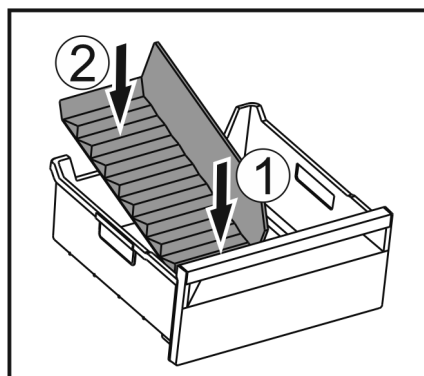

Fig. 62
- ▶ Установите переднюю часть разделителя отделения для льда. Fig. 62 (1)
- ▶ Опустите заднюю часть разделителя отделения для льда на дно выдвижного ящика. Fig. 62 (2)